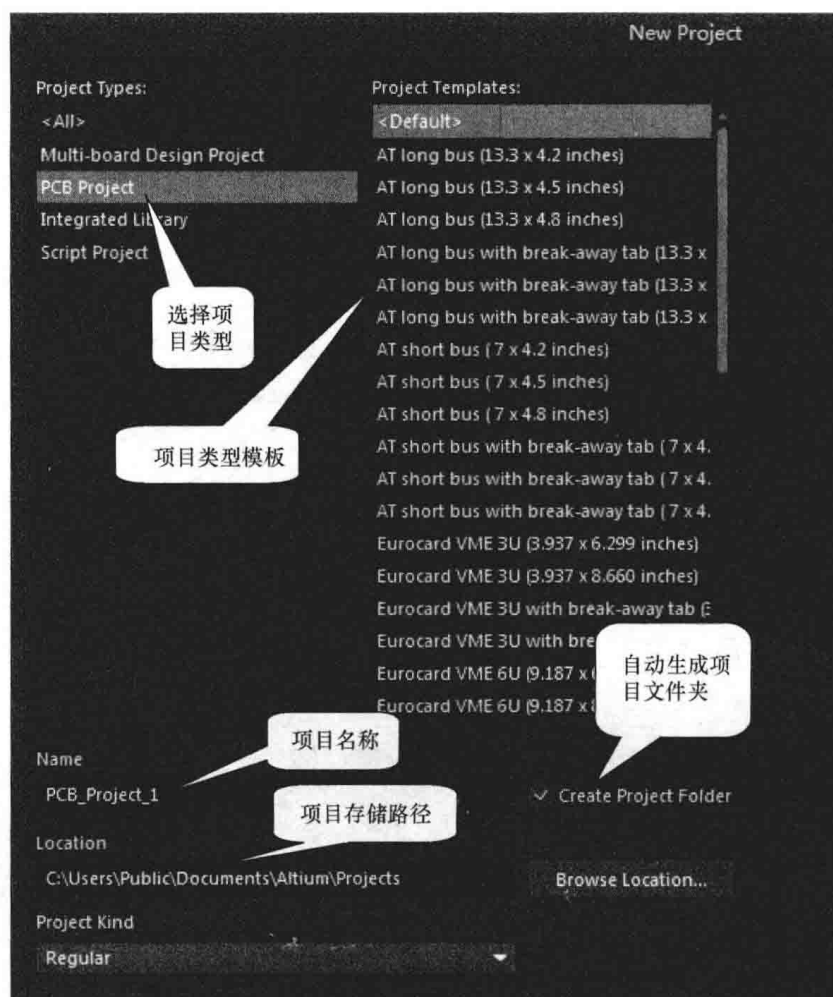
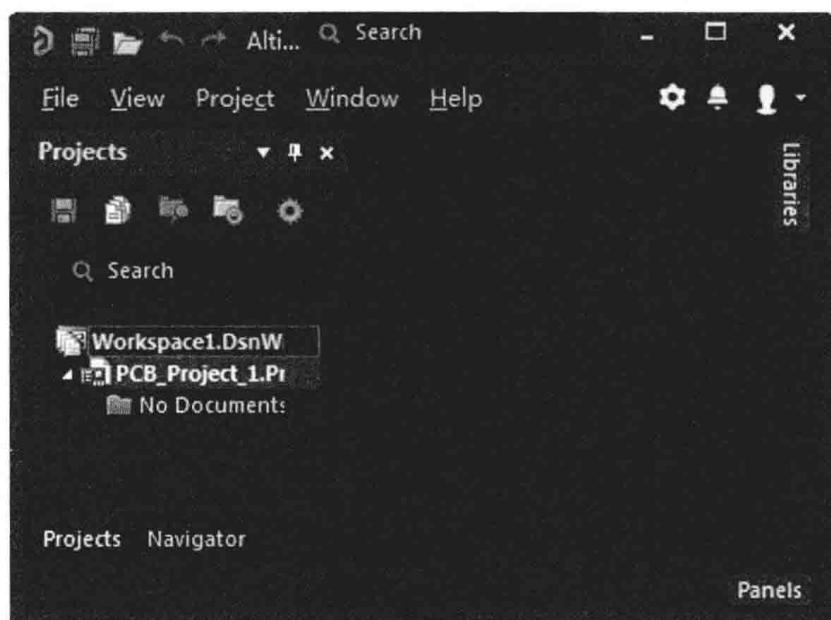

图 1.1.4 建立一个 PCB 项目文件
图 1.1.5 直接创建的工程文件
(1)新建项目文件。执行 File/New 命令，从 New 子菜单中选择 Project 选项。图 1.1.4 所示为创建的 PCB 设计项目，该项目文件默认的文件名为 PCB_Project_1，创建了项目后，更改项目名称，然后单击 OK 按钮。创建的项目如图 1.1.5 所示。